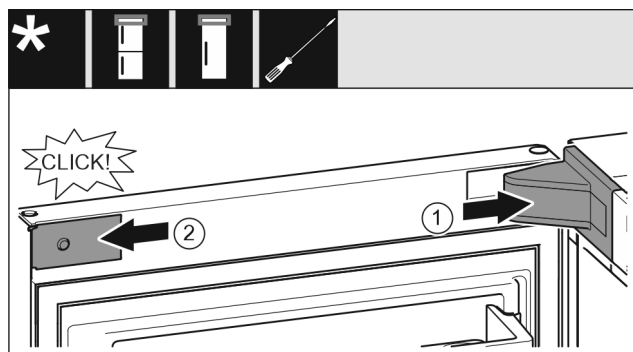

Fig. 25
- Lagerbockabdeckung Fig. 25 (1) aufsetzen und einrasten, ggf. vorsichtig auseinanderdrücken.
- Blende Fig. 25 (2) seitlich ansetzen und einrasten.